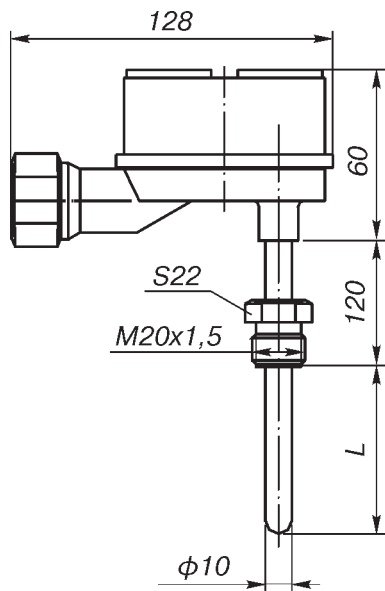

Рис.6\*\*.
- полиамид Технамид А-СВ-30-Л (рис.6);
количество чувствительных элементов, длина монтажной части (для рис.6, 7)**
**06** по рис.6